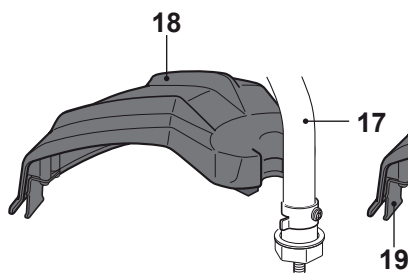

Fig. 6
- > Aligner le capot de protection [18] sur le tube de transmission bas [17] (Fig. 6).